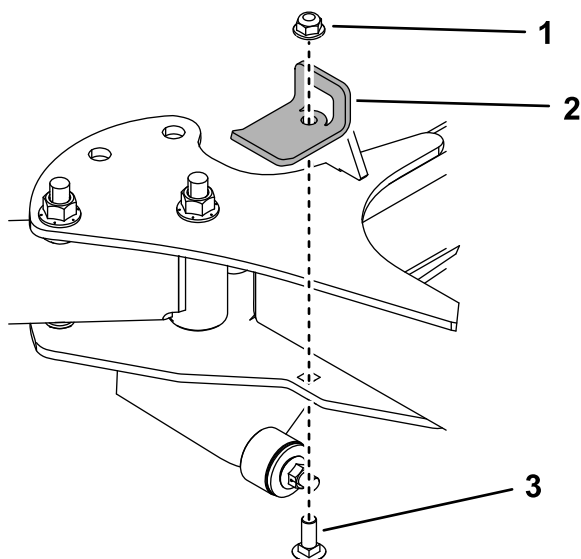

Figure 24
8. Déposez les supports de butée (Figure 24).